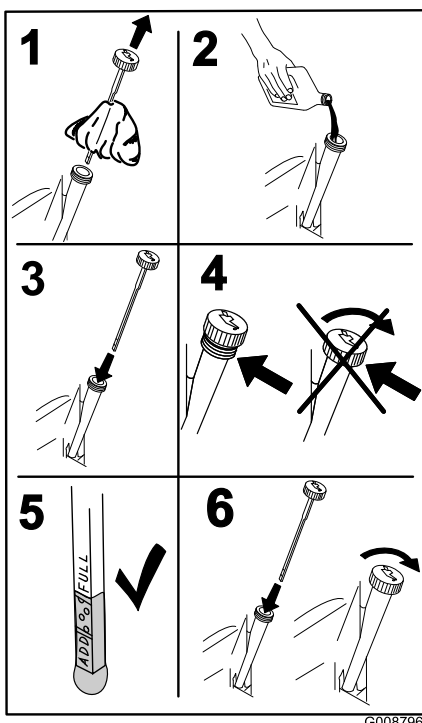

Figure 44
4. Versez lentement environ 80 % de l'huile spécifiée dans le tube de remplissage, puis faites l'appoint lentement jusqu'à ce que le niveau atteigne le repère maximum (Full) (Figure 44).